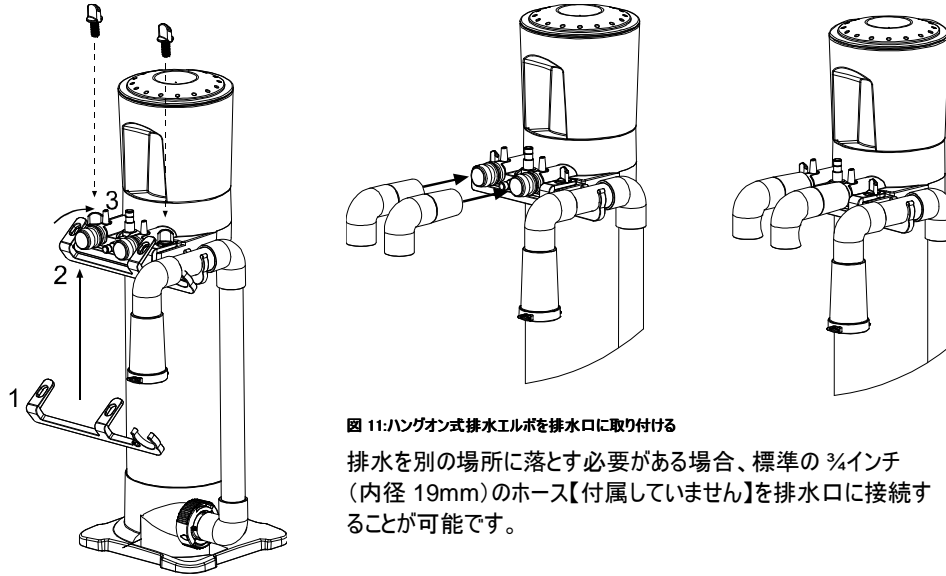

図 11:ハングオン式排水エルボを排水口に取り付ける
4. ハングオン式排水エルボを排水口に取り付けます。排水エルボを最後まで押し込み固定します(図11)。